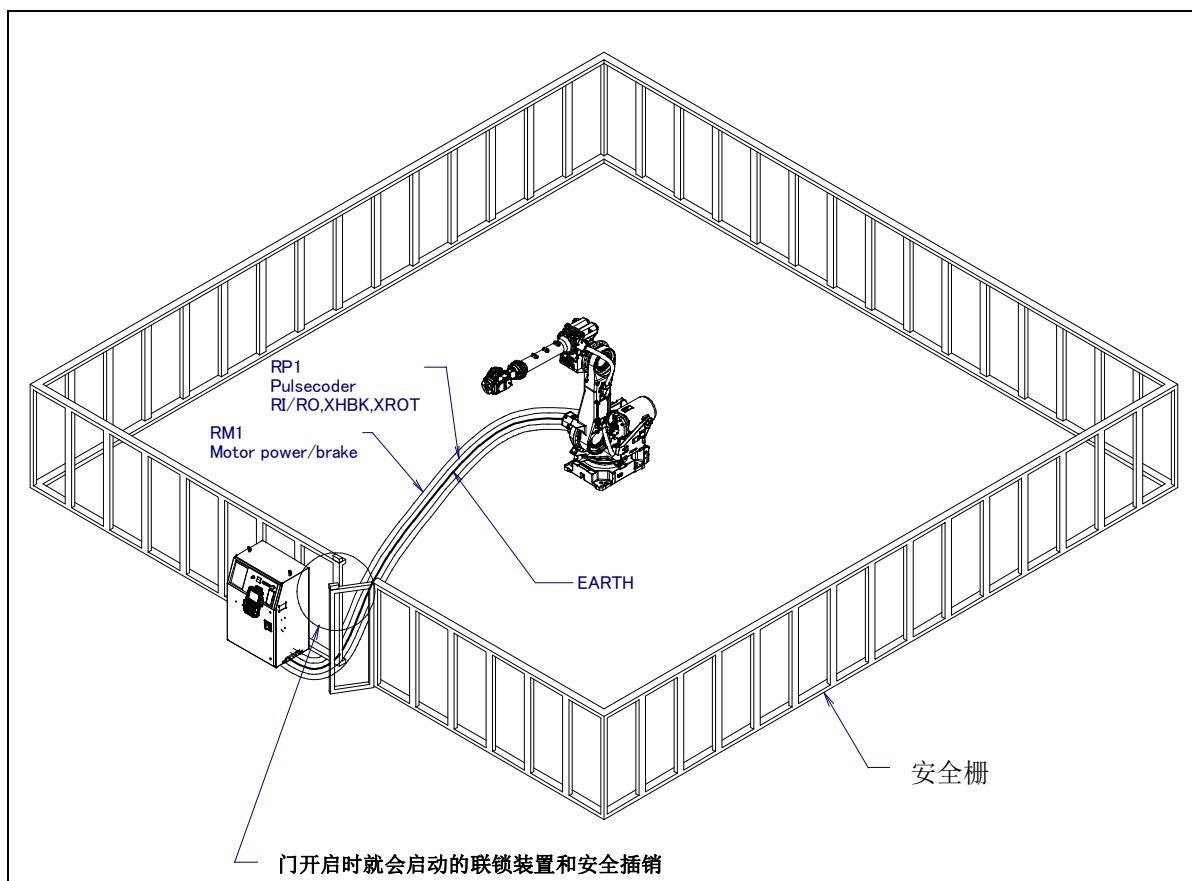

图 2.4.2 (a) 安全栅栏和安全门
- (7) 应在地板上设置脚垫警报开关或安装上光电开关，以便当使用者将要进入机器人的动作范围时，通过蜂鸣器或警示灯等发出警报，使机器人停下，由此来确保使用者的安全。
- (8) 应根据需要设置锁具，使得负责操作的使用者以外者，不能接通机器人的电源。
- (9) 在进行外围设备的个别调试时，务必断开机器的电源后再执行。
- (10) 在使用操作面板和示教器时，由于戴上手套操作有可能出现操作上的失误，因此，务必在摘下手套后再进行作业。
- (11) 程序和系统变量等的信息，可以保存到存储卡等存储介质中（可选项）。为了预防由于意想不到的事故而引起数据丢失的情形，建议用户定期保存数据（见控制装置操作说明书）。
- (12) 搬运或安装机器人时，务必按照 FANUC 公司所示的方法正确地进行。如果以错误的方法进行作业，则有可能由于机器人的翻倒而导致使用者受重伤。
- (13) 在安装好以后首次使机器人操作时，务必以低速进行。然后，逐渐地加快速度，并确认是否有异常。
- (14) 在使机器人操作时，务必在确认安全栅栏内没有人员后再进行操作。同时，检查是否存在潜在的危險，当确认存在潜在危險时，务必排除危險之后再进行操作。
- (15) 在连接与停相关的外围设备（安全栅栏等）和机器人的各类信号（外部急停、栅栏等）时，务必确认停的动作，以避免错误连接。
- (16) 有关架台的准备，按照图 2.4.2 (c)，在安装或者维修作业时，请十分注意高地作业的安全。应考虑脚手架和安全皮带安装位置的确保。